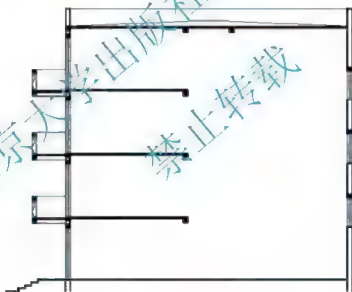

图 4.99 修整剖面图
① 修整剖面图：用【编辑多段线】命令将墙体加粗并绘制出屋面坡度线和门窗，结果如图 4.99 所示。